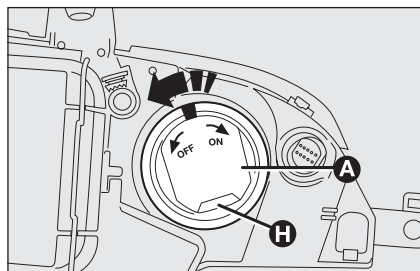
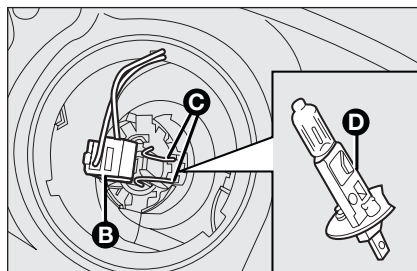

fig. 20
fig. 21
- ☐ girar la tapa **A-fig. 20** en sentido contrario a las agujas del reloj y quitarla;
- ☐ desconecte el conector eléctrico **B Fig. 21**;
- ☐ desenganche el muelle de sujeción de la lámpara **C fig. 21** ;
- ☐ saque la lámpara **C-D fig. 21** y sustitúyala;
- ☐ volver a enganchar el muelle **C-fig. 21**, conectar el conector eléctrico **B** e insertar la tapa **A-fig. 20** girando en sentido de las agujas del reloj. Posicionar la apertura de ventilación **H-fig. 20** de la tapa desde arriba hasta abajo.